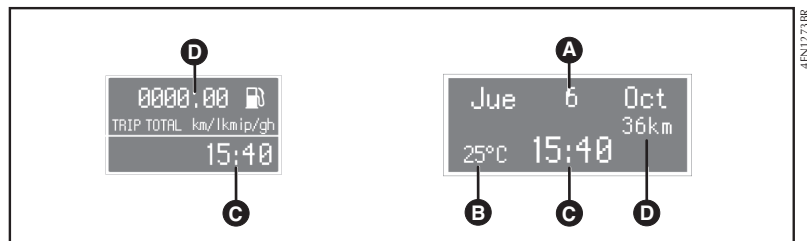

fig. 46
- Cuentakilómetros total/parcial (D-fig. 46).
- Reloj (C-fig. 46).
- Temperatura exterior (B-fig. 46).
- Fecha (A-fig. 46)